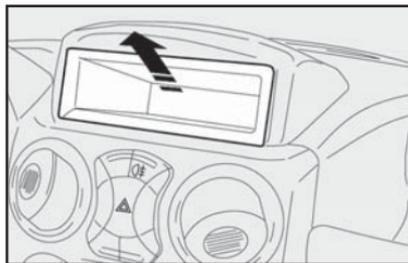

fig. 121
Nas versões que não possuem autorrádio instalado originalmente, este equipamento deverá ser montado na respectiva sede prevista para esta finalidade **fig. 121**.
- Sede desmontável para o autorrádio **fig. 121**.
Para instalar o rádio é necessário retirar a sede pressionando-a para cima e retirando-a para o interior do veículo conforme **fig. 121**.